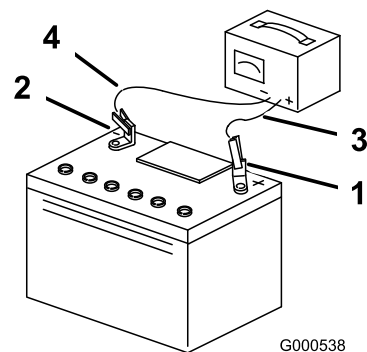

Figura 40
3. Cuando la batería esté completamente cargada, desconecte el cargador (no incluido) de la toma de electricidad, luego desconecte los cables del cargador de los bornes de la batería (Figura 40).